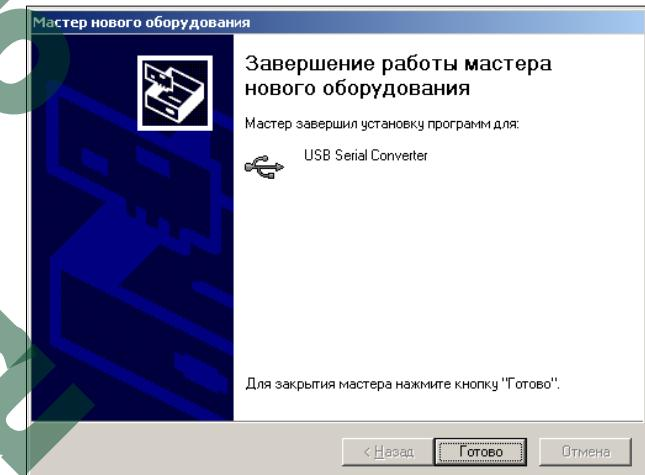

Рис. 3.8
- Затем появится диалоговое окно окончания установки, рис. 3.8.